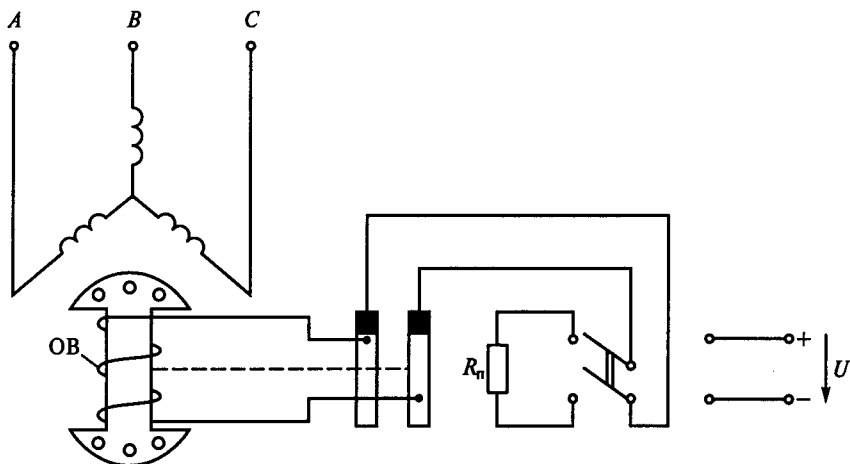

Рис. 234
**9.81.** На рис. 234 приведена одна из схем пуска синхронного двигателя. Для чего обмотка возбуждения (ОВ) в этой схеме на время пуска замыкается на резистор  $R_n$ ?